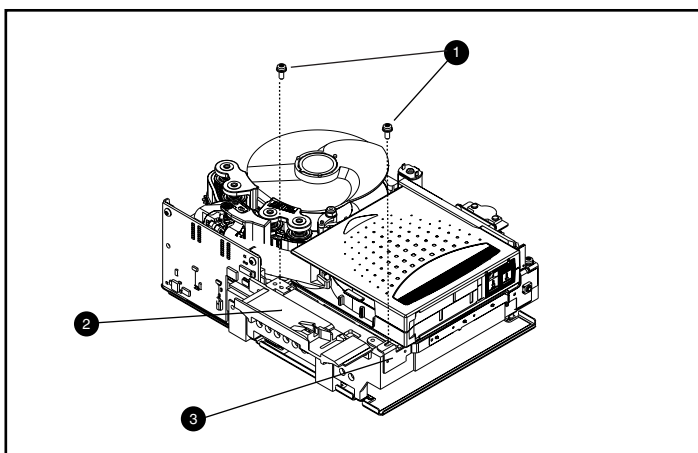

Figure D-4 : Retrait du guide gauche
1. Retirez les deux vis T8 Torx **1** (voir la figure D-4).
Le guide gauche comporte un circuit flexible qui passe sous le dérouleur de bande. Posez le guide gauche **3** à plat (comme la montre la figure D-4), en laissant la cartouche dans l'unité.